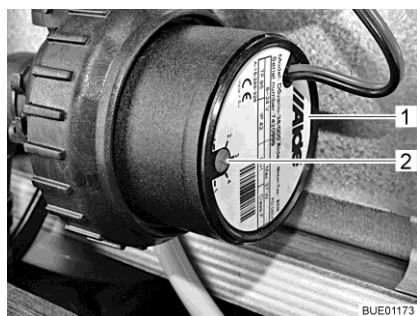

Bild 236 Varvtalsreducering
Med vridregulatorn (Bild 236,2) kan cirkulationspumpens varvtal ställas in. Vid lägre varvtal går pumpen tystare.
Vridregulatorn sitter på cirkulationspumpen (Bild 236,1).
- Ställa in effekten: ■ Vrid vridregulatorn (Bild 236,2) moturs. Effekten reduceras.